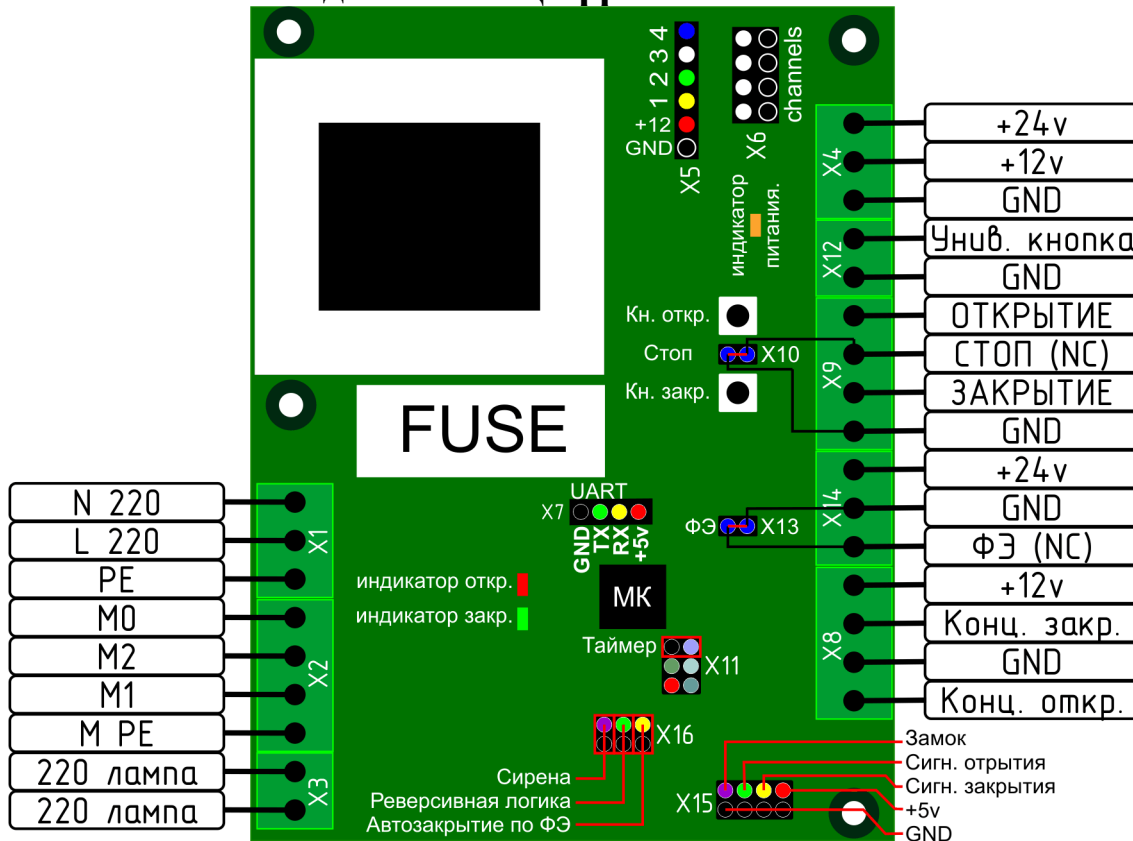

Рисунок 6
Питание шлагбаума однофазное, подключается к разъему X1 (см. Рисунок 6)
Фотоэлементы подключаются к разъему X14 (см. Рисунок 6). Питание фотоэлементов – 24В.
При отсутствии фотоэлементов на переключателе X13 (см. Рисунок 6) должен быть установлен джампер. При отсутствии перемычки шлагбаум не будет закрываться.
Подключается к разъему X9 (см. Рисунок 6)
3. Блок перейдет в режим настройки задержки таймера. Количеством миганий индикаторов открытия и закрытия (см. Рисунок 6) отобразится текущее время задержки в секундах кратное 5. (3 мигания – 15 секунд)